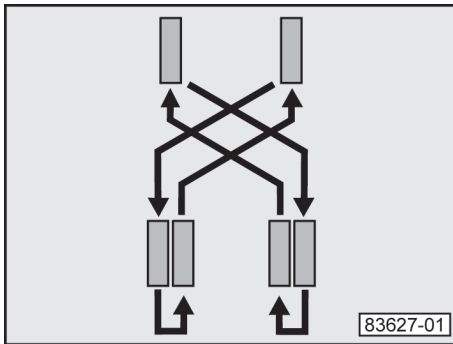

Figura 1 - vehículos 4x2
**Neumáticos delanteros iguales a los neumáticos traseros, conforme figura 1;**